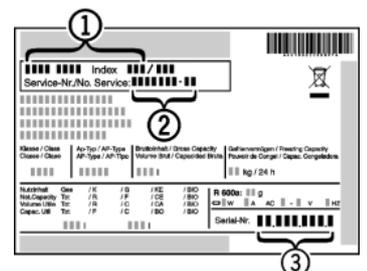

Fig. 19
- ▶ Наименование устройства Fig. 19 (1), сервисный № Fig. 19 (2) и серийный № Fig. 19 (3) считайте с заводской таблички. Заводская табличка находится внутри устройства слева.
- ▶ Обратитесь в сервисную службу и сообщите вид неисправности, наименование устройства *Fig. 19 (1)*, сервисный № *Fig. 19 (2)* и серийный № *Fig. 19 (3)*.